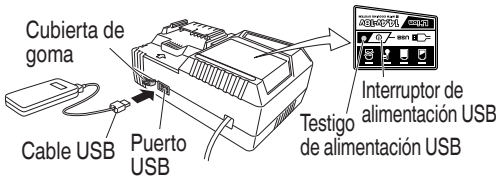

Fig. 12
- (2) Encienda el enchufe de alimentación USB (Fig. 12)
- (3) Conecte el cable USB. (Fig. 12)
- (4) Cuando se haya completado la carga
- Apague el interruptor de alimentación USB y desenchufe el cable de alimentación de la toma de alimentación eléctrica. (Fig. 12)